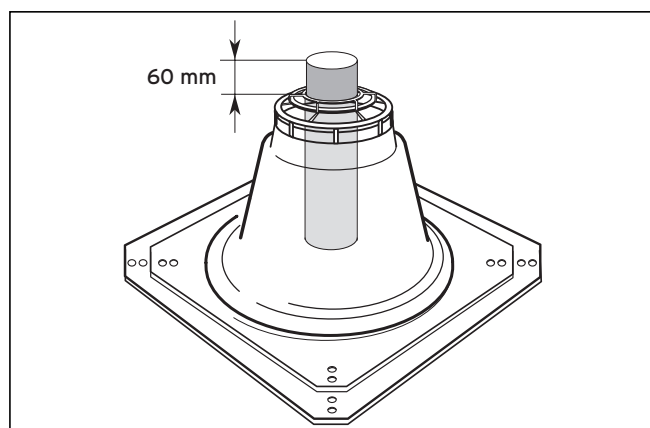

Рис. 4.19 Длина верхней трубы дымохода
- Контроль: Над основанием насадки шахты должно выступать 60 мм (см. рис. 4.19).
- Зажмите колпак насадки шахты (1) над верхним концом жесткой трубы дымохода и плотно прижмите его.